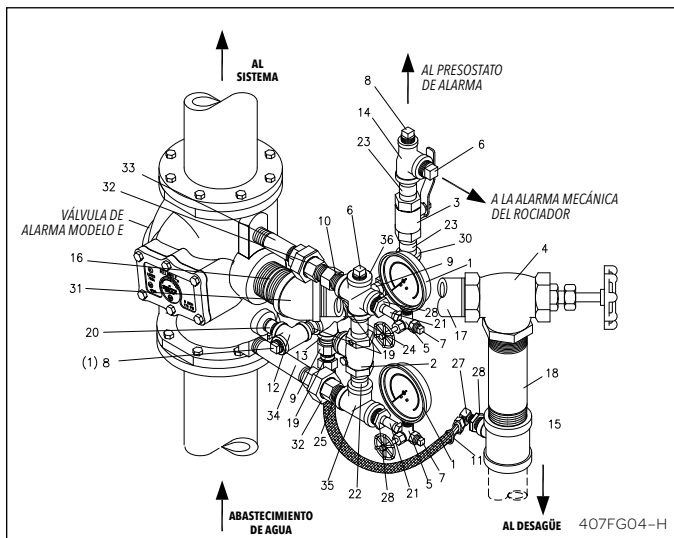

Fig. 4 – Montaje vertical con presión constante
Presión constante (Fig. 4 y 6)
Cuando el agua deja de fluir a través de la válvula de alarma, la clapeta (4) vuelve a su asiento deteniendo así el flujo de agua a la cámara de retardo. Los orificios de desagüe (9, Fig. 4 y 6) permiten que la cámara de retardo y la línea de alarma se vacíen a través de la tubería de desagüe (11, Fig. 4 y 6).